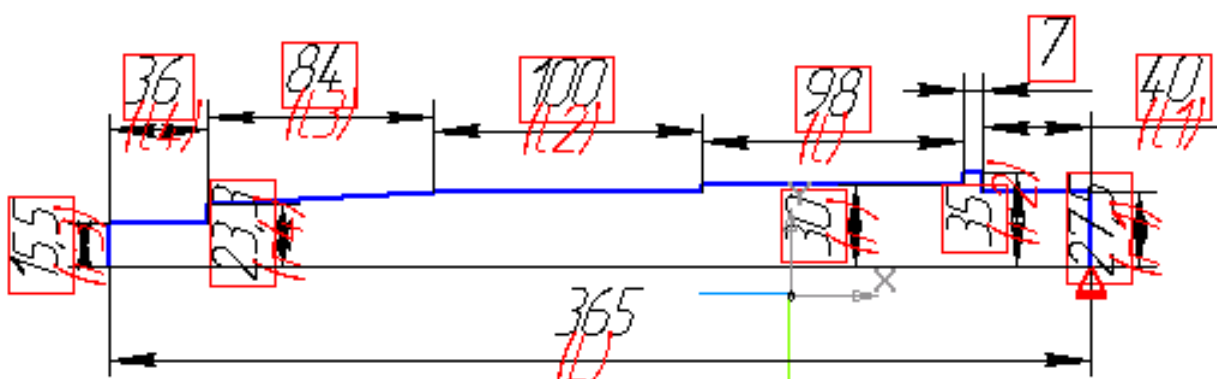

Рис. 7
12. Не прерывая команду **Установить значение размера** , последовательно указывайте размеры, соответствующие длинам участков и присваивайте им следующие значения: $l_1=40$; $l_2=100$; $l_3=84$; $l_4=36$; $L=365$. После каждого ввода значения переменной контур эскиза будет перестраиваться. Результат построения приведен на рис. 7.